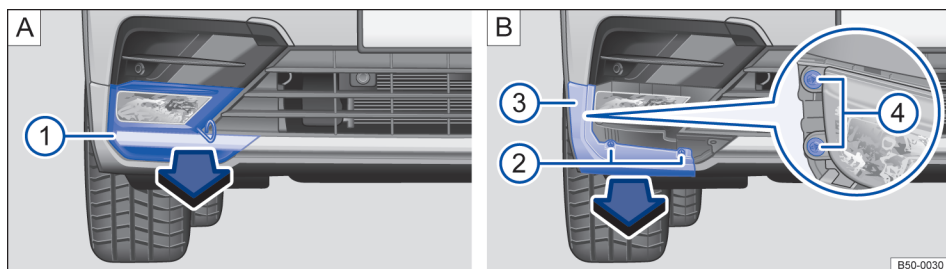

Fig. 203 No para-choque R-Line dianteiro à direita: desinstalar farol de neblina.
3. Prender o gancho extrator na cobertura de baixo do farol de neblina → Fig. 203 A. Retirar a cobertura no sentido da seta para frente → Fig. 203 1 A.